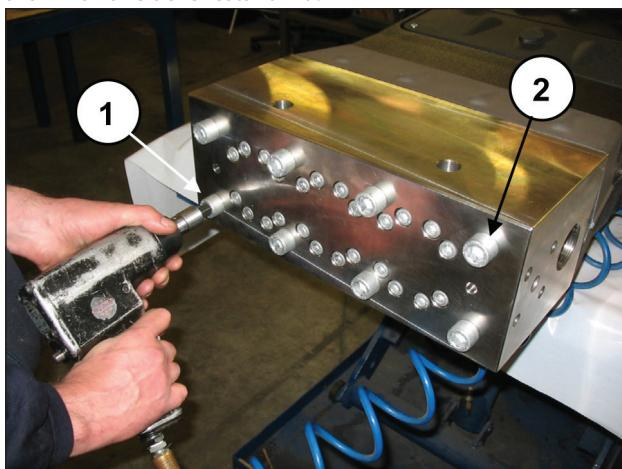
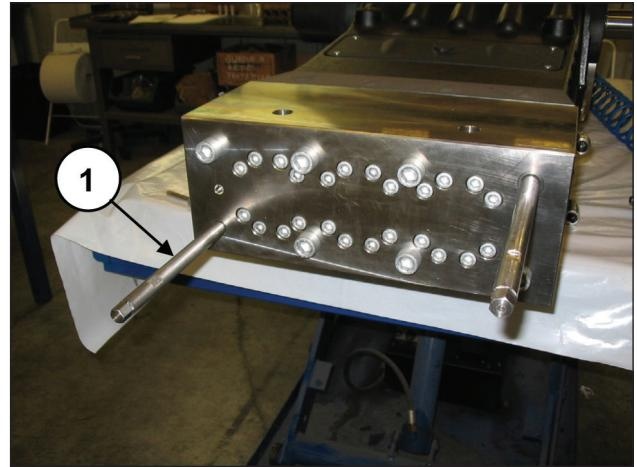

Fig. 97
Fig. 98
Svitare due viti fissaggio testata M16x320 diametralmente opposte (pos. ① e ②, Fig. 97) sostituendole con due viti-spina di servizio (cod.27540200) (pos. ①, Fig. 98), quindi procedere alla rimozione delle restanti viti.